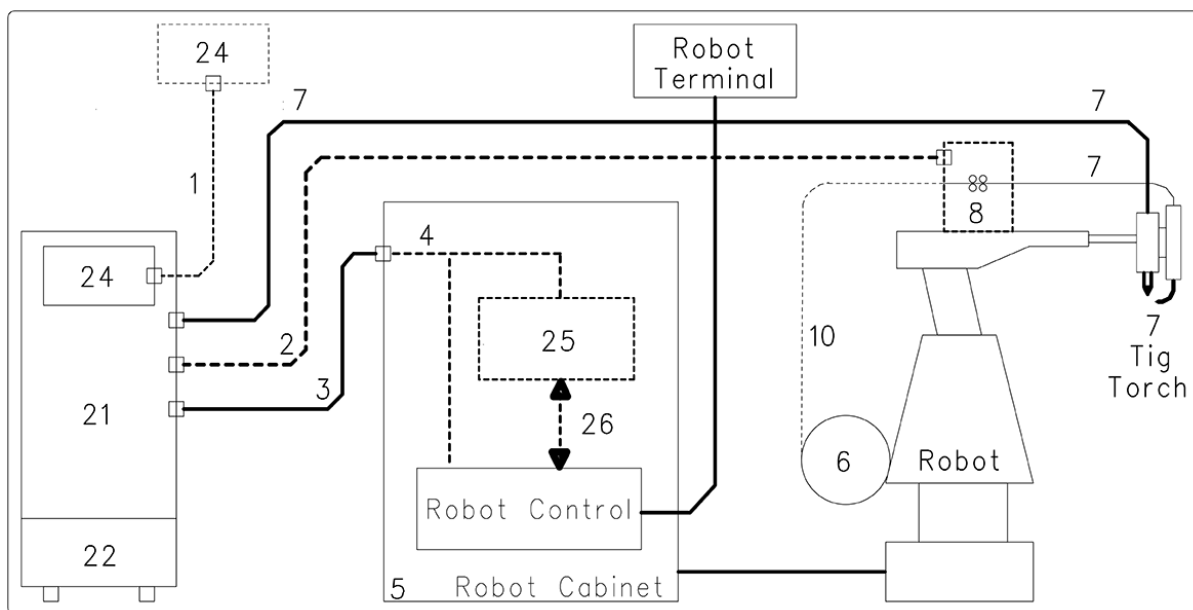

fig. 2
Está compuesto por un Generador, con Panel de Control integrado, por un Grupo de Enfriamiento, un Carro Arrastrahilo (opcional) y si necesario, por una Interfaz Robot (fig. 2).
NOTA: Si el Control Robot (Robot Control en fig. 2) tiene la línea de comunicación de tipo CANopen DS401, la interfaz (25) y el cable (26) no están necesarios.
3.1 **Puesta en marcha (fig. 2).**